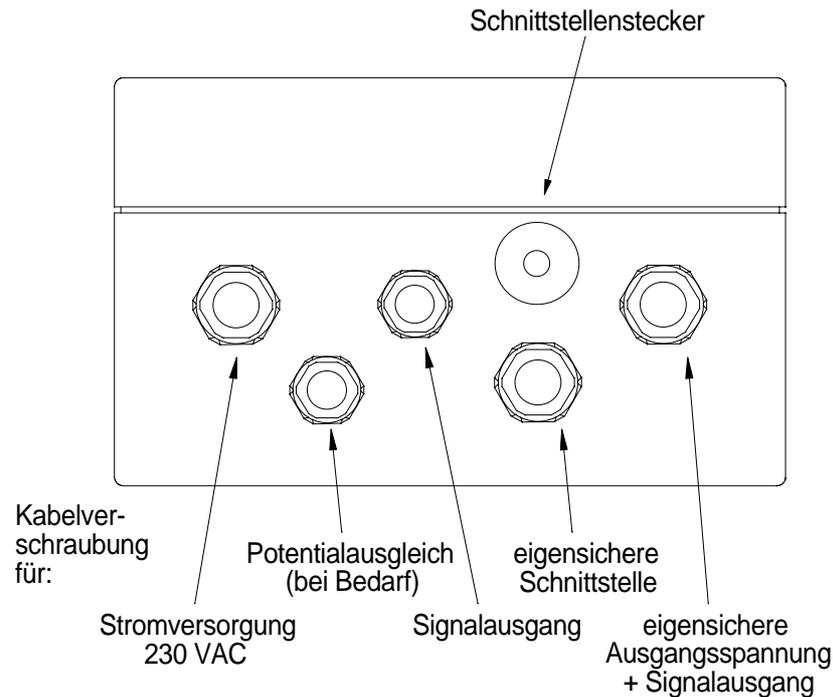

Bild 2: Position des Schnittstellensteckers und der Kabelverschraubungen
Der Anschluß erfolgt an den Rundstecker der USV-88/X, welcher sich bei den Kabelverschraubungen befindet (s. Bild 2: "Position des Schnittstellensteckers..."). Er ist nach Aufschrauben der Verschlusskappe zugänglich.
- Zur Verbesserung der Störfestigkeit gegen energiereichere Phänomene wie z.B. elektrostatische Entladung („ESD“) oder Blitzeinschlag in der näheren Umgebung kann eine separate niederohmige Potentialausgleichsleitung an die mit „PE“ beschriftete Schraube vor den Klemmen angeschlossen werden. Eine Kabelverschraubung dafür ist vorgesehen (s. Bild 2 und 3).